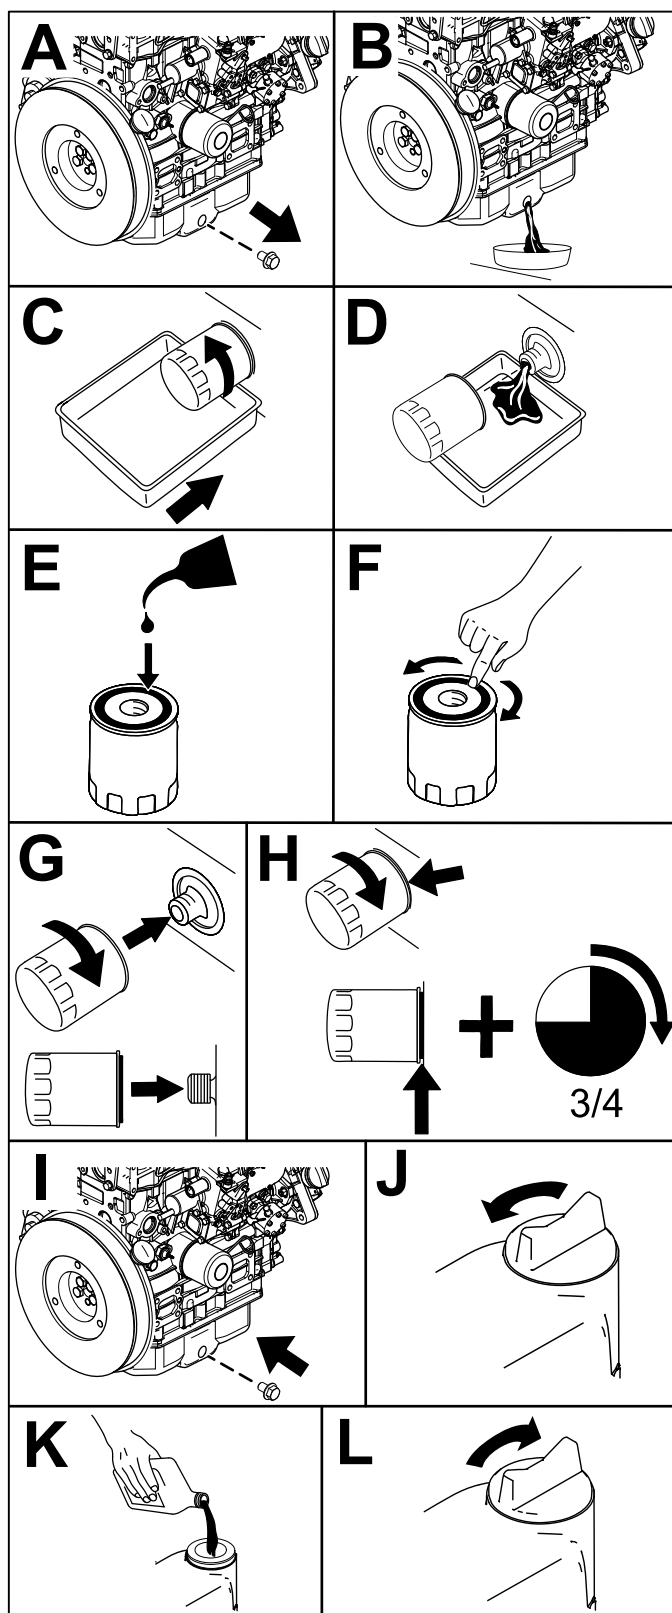

図 63
6. 図 63のように、エンジンオイルとフィルタを交換する。